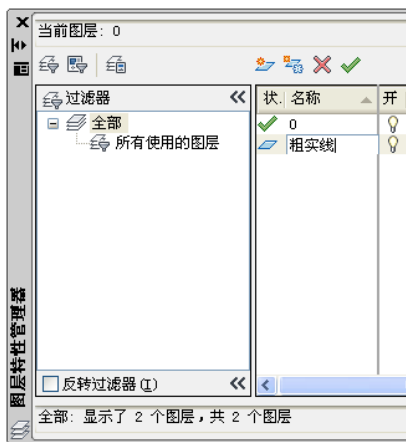

图 6-9 修改新图层名称
(2) 在“图层”工具栏或“图层”面板中单击“图层特性”按钮，或者在菜单栏中选择“格式”→“图层”命令，弹出“图层特性管理器”选项板。
(3) 在“图层特性管理器”选项板中单击“新建图层”按钮，新建一个图层，该图层名将自动添加到图层列表中。
(4) 设置新图层的名称为“粗实线”，如图 6-9 所示。